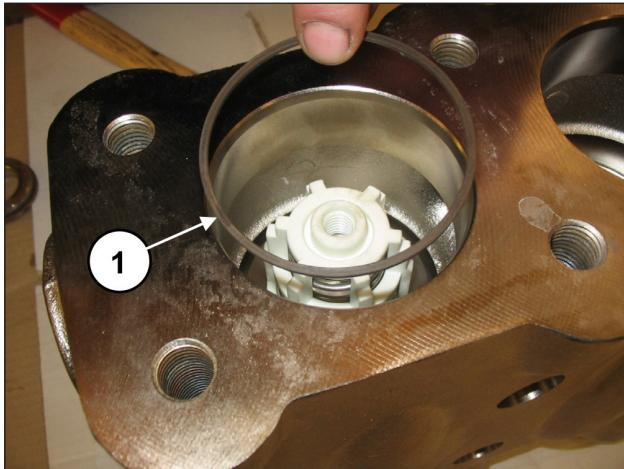

Рис. 109
Вставьте антиэкструзионное кольцо, поз. №16 на деталировочном чертеже (поз. ①, Рис. 109).